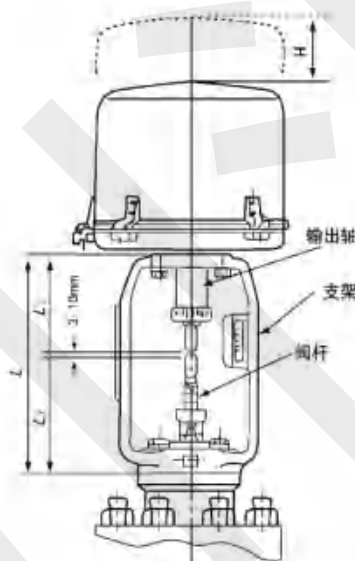

图5
5.1 由于执行器的配线、调整及检查维护等工作需要拆卸护罩，因此在安装时，执行器顶部应留有一定的空间(见图5)，应留空间尺寸H见表2
5.3 执行器通过支架和调节阀联结后，用开合螺母连接输出轴和阀杆时，输出轴的下端与阀杆的上端之间应留有 3 ~ 10mm 距离（见图5）。